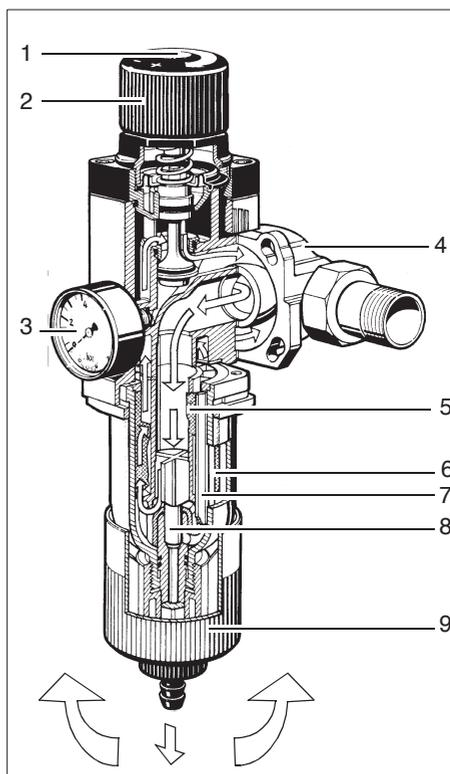

Fig. 5: Descripción de funcionamiento
**i** Hay un botón de visualización en la brida giratoria integrada en el filtro (véase fig. 5), que puede desplazarse a lo largo de los meses. Esto permite controlar los intervalos de contralavado.